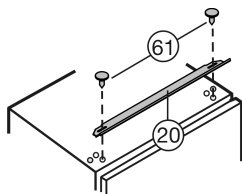

Fig. 11
- ▶ Visser Fig. 11 (61) le panneau d'ajustement Fig. 11 (20) sur le dessus de l'appareil en opérant par les trous oblongs.
- ▶ Glisser le panneau d'ajustement Fig. 11 (20) jusqu'à la butée en direction du côté poignée.